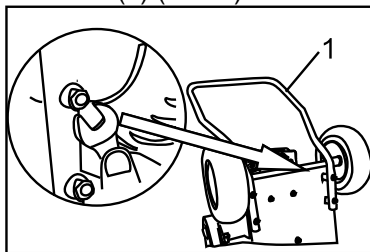

Рис.1
Установить рукоятку (1) на устройство, закрепить 4 болтами М8 (Рис.1).